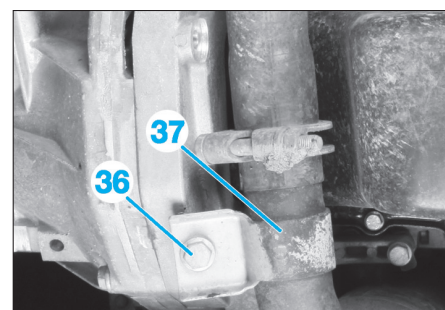

Fig. 34
- Déposer la vis de fixation (36) puis le collier (37) (Fig.34).